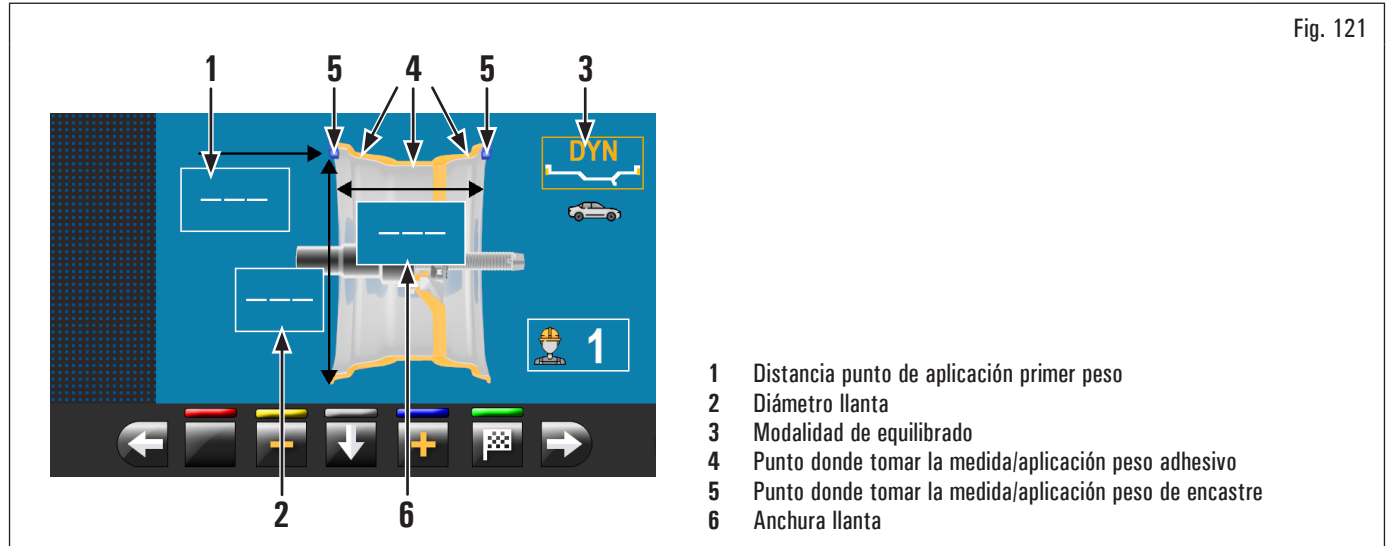

Fig. 121
- al pulsar el icono de programas (Fig. 121 ref. 3), aparecerá la siguiente pantalla de selección de programas:
Según el tipo de programa de equilibrado seleccionado, el equipo visualiza en la pantalla los puntos indicativos donde tomar las medidas y, de consecuencia, donde se deberá aplicar los pesos (Fig. 121 ref. 4 - 5).